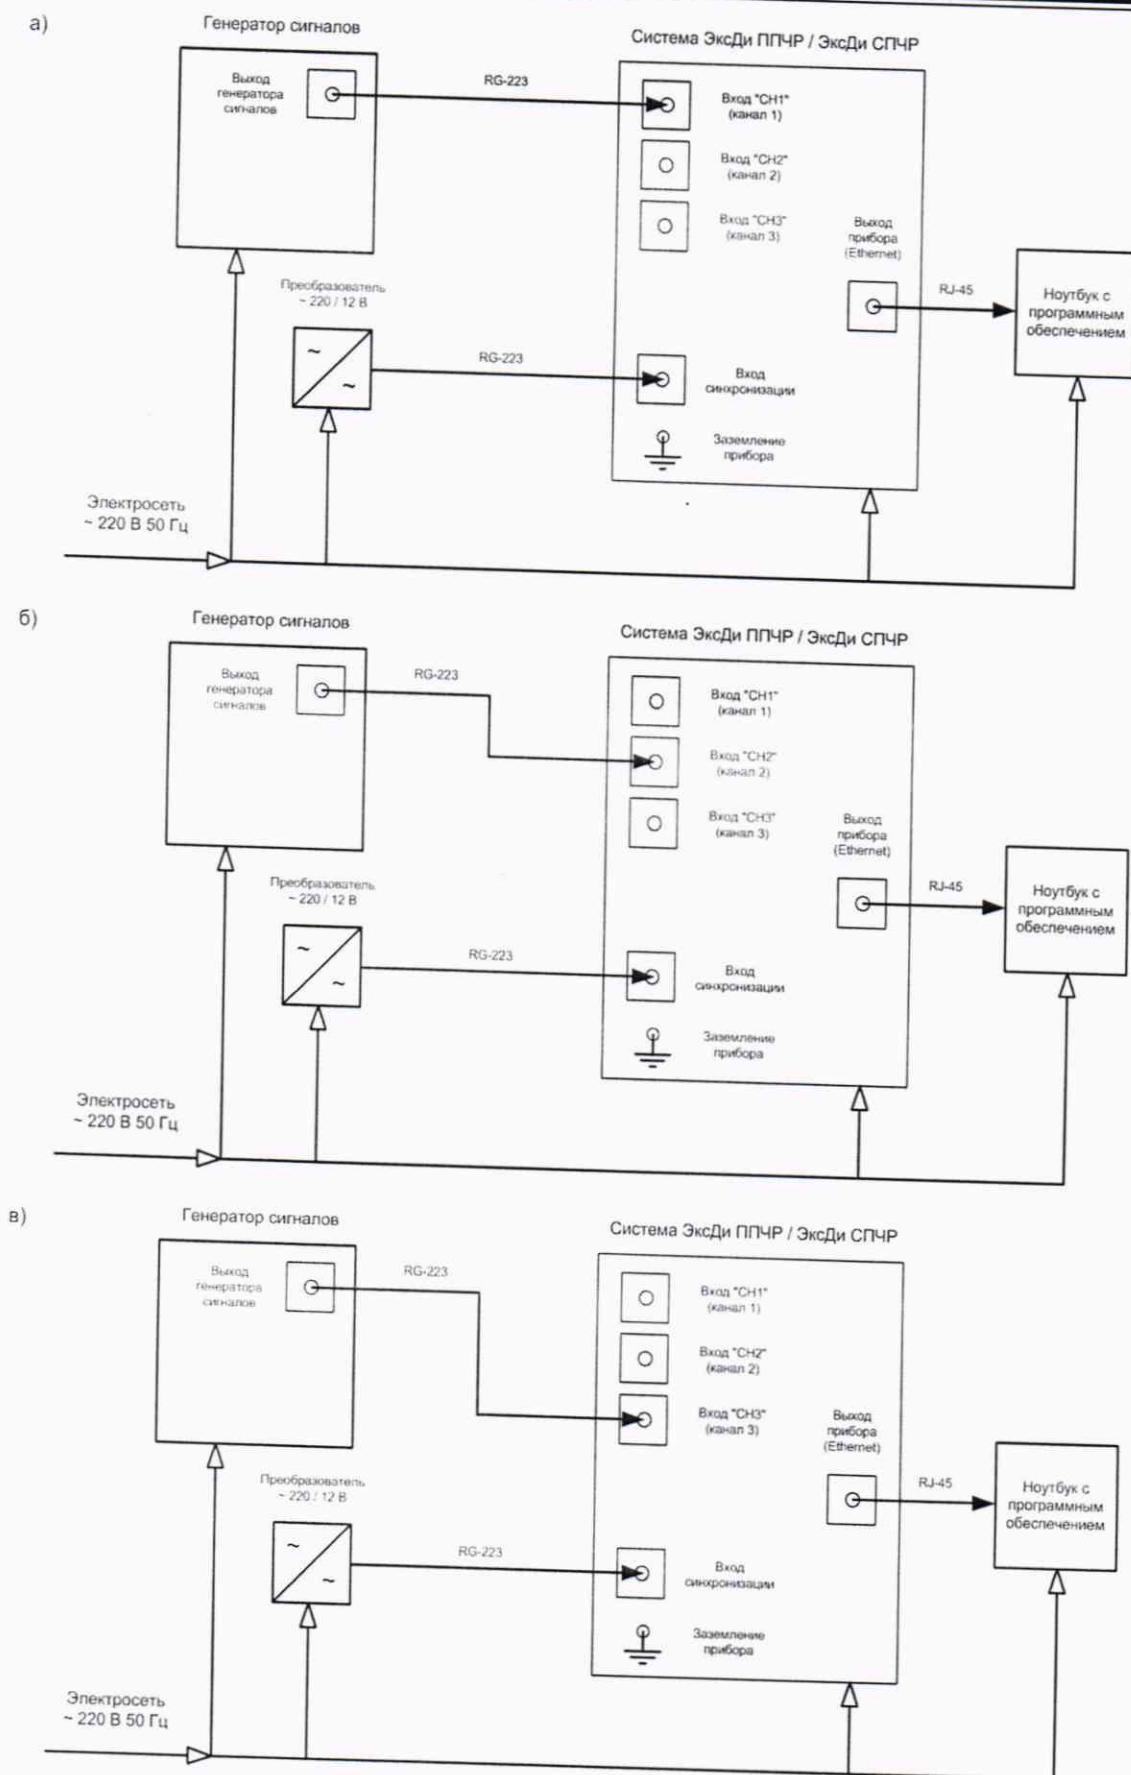

Рисунок 1 – Блок-схема опробования систем ЭксДи ППЧР и ЭксДи СПЧР: а) для канала 1, б) для канала 2, в) для канала 3
7.2.3 Порядок опробования систем ЭксДи следующий (рисунок 1):
- при работе схемы поверки (рисунок 1) в окне ПО индикаторы «Link» и «Sync status» отображаются светло-зеленым цветом (состояние «подключено»);